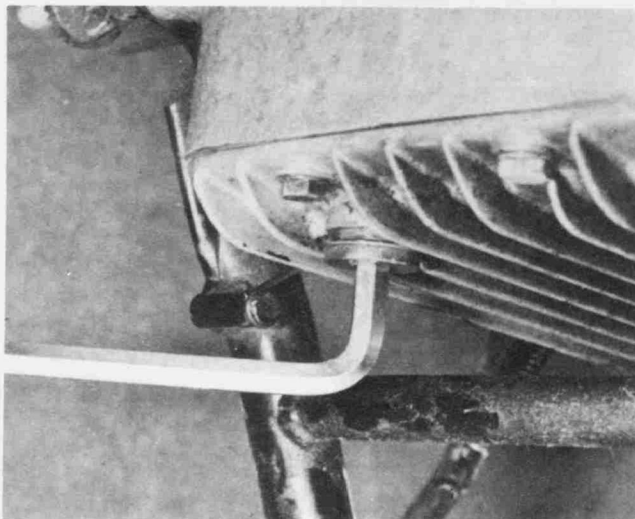

Bild 215
- Einen Behälter mit einem Mindestinhalt von 2,5 Liter unter die Ölwanne stellen. Die Ölablassschraube mit dem Sechskantschlüssel aus dem Bordwerkzeug herausdrehen. Das Öl ablaufen lassen und danach die Ölablassschraube wieder festziehen (Bild 215).